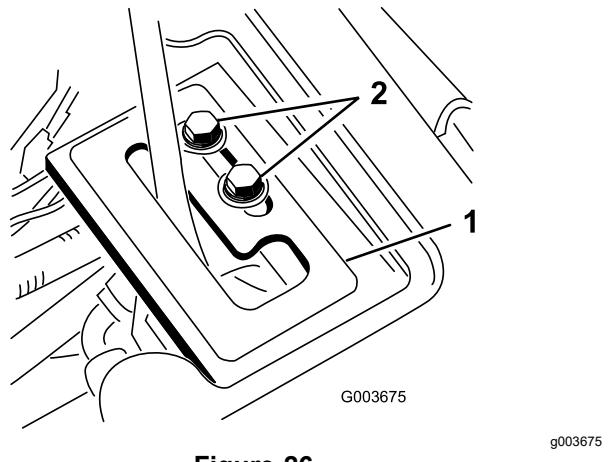

Figure 26
- Insérez la plaque de guidage sur le levier de levage et fixez-la légèrement au cadre avec 2 vis à embase et rondelles (Figure 26).
- Lorsque le moteur tourne et que le levier de commande est en position **Flottement**, faites glisser la plaque de guidage jusqu'à ce qu'il soit possible de déployer et de rétracter le vérin de levage à la main (Figure 26).
8. Serrez les vis de fixation de la plaque de guidage du levier pour bloquer le réglage (Figure 26).